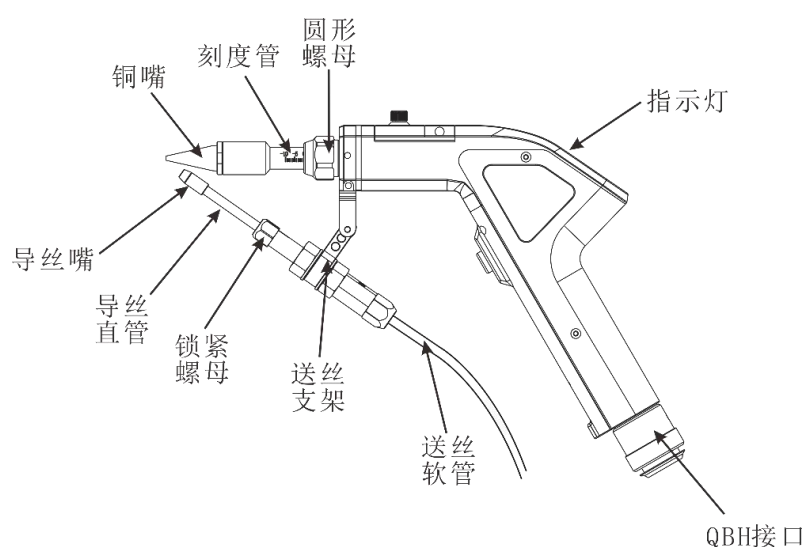

图 2-1 焊枪安装示意图
5. 将导丝嘴与导丝直管紧固，再将锁紧螺母与导丝直管串起放入出丝嘴端，使用扳手拧紧螺母，直至导丝直管不晃动，如图 2-1 所示。